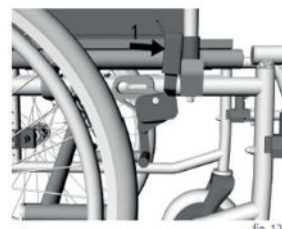

fig. 12
1. Presione la palanca de freno hacia delante de forma que el freno bloquee la rueda (1, fig. 12).